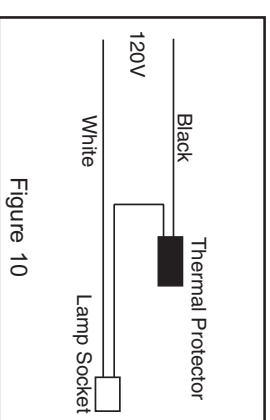

Figure 10
Standard J-Box: Connect supply wires to fixture wires with proper size wire nuts (not supplied), so as to cover all bare current-carrying conductors (Fig. 10).
J-Box with Quick Connectors: Strip supply wire 3/8". Insert each supply wire into appropriate junction box connector. Connect black fixture wire to hot, white fixture wire to neutral and green fixture wire to ground (Fig. 10).
Paso 3. **Caja Ensambladora Estándar.** Conecte los hilos del suministro eléctrico con los hilos del portalámpara utilizando tuercas para hilos del tamaño adecuado (de otros fabricantes), a fin de cubrir todos los conductores activos expuestos (Fig. 10).
Caja Ensambladora Con Conector Rápido: Suministra tira de alambre al 3/8", inserta cada suministro de alambre en el conector apropiado de la caja ensambladora. Conecta el alambre negro del accesorio con el accesorio caliente, el accesorio blanco con alambre neutro y el alambre verde con el alambre de tierra (Fig. 10).